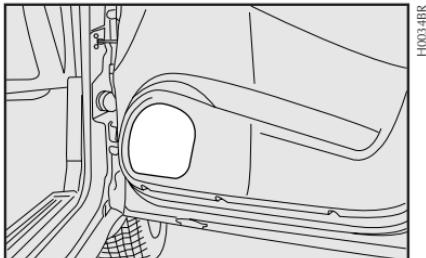

fig. 118
- Altosparlantes (bocinas) en las puertas delanteras **fig. 118**.